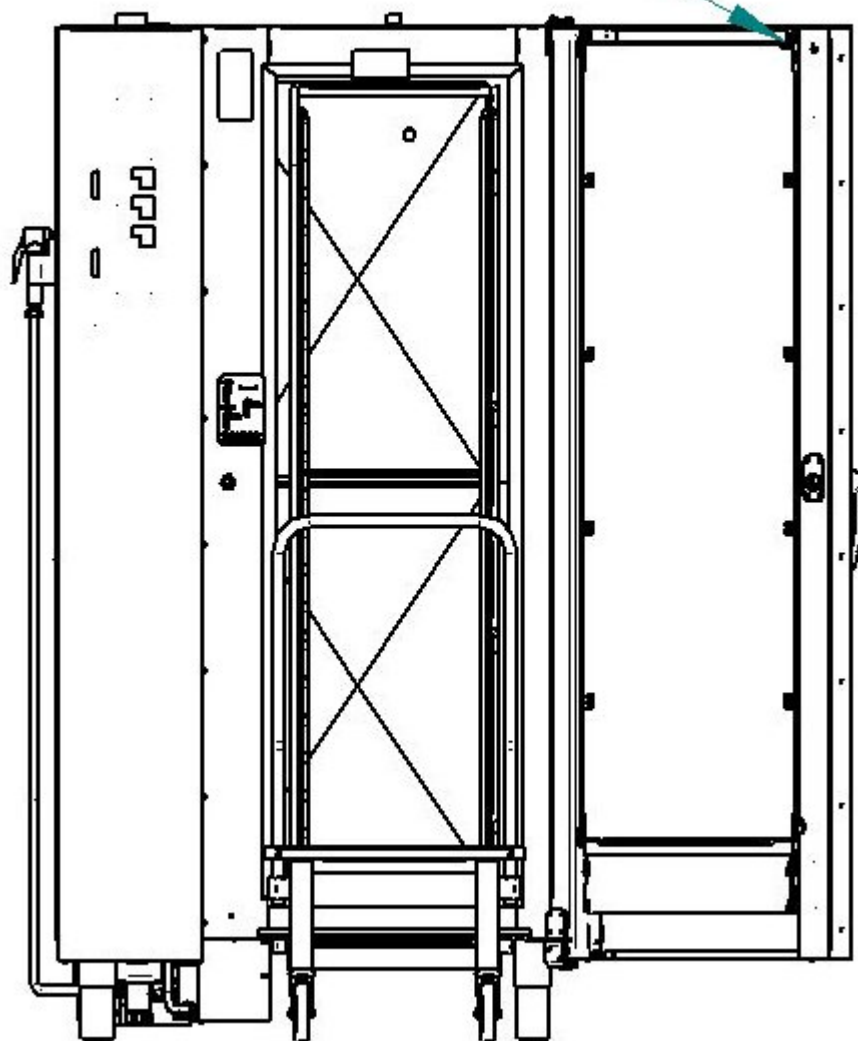

Рис. 12 Открывание внутреннего стекла.
- по мере необходимости очистки, поверните затвор стекла двери и откройте внутреннее стекло (см. рис.12).